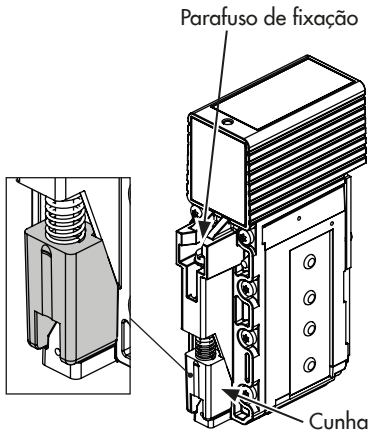

Fig. 26: Cunha para fixação
3. Rode o parafuso para empurrar a cunha para baixo até onde ela vai (consulte Fig. 26).